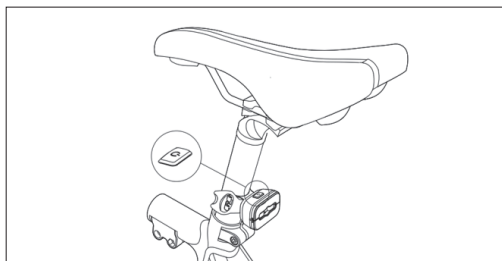

Figura 9-2
b. Montar a luz traseira no tubo da sela, como se mostra na **Figura 9-2**.